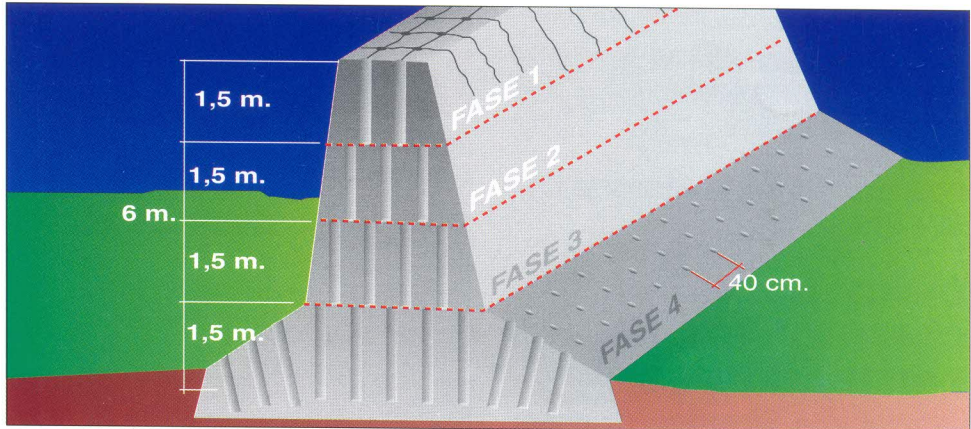

fig 2
Este procedimiento es el más económico y el más utilizado. Barrenaremos agujeros en filas horizontales (B) con un ángulo entre 45 y 60 grados, encontrándonos con caras libres en ambas partes.(fig. 2)
Se barrena por secciones y tal y como va aumentando la superficie a barrenar, aumentamos proporcionalmente el número de perforaciones. ( fig.2)